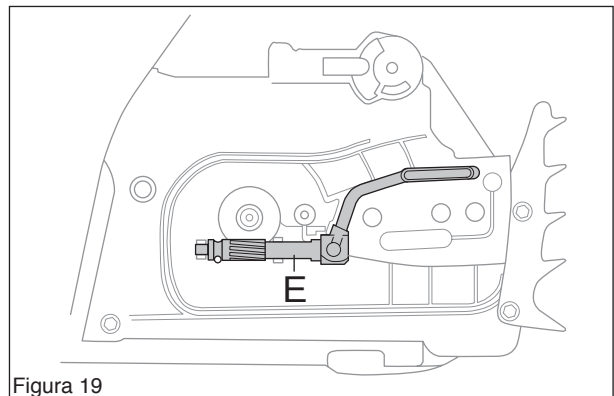

Figura 19
Soltar la bomba de aceite (E) del cárter y desmontarla junto con la manguera de presión de aceite. (Ver la figura 19.)